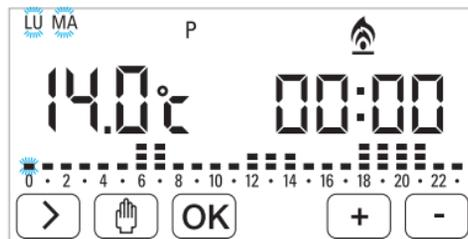

fig. 30
12.8 Se vogliamo copiare LU a MA premere il tasto touch OK fig.30